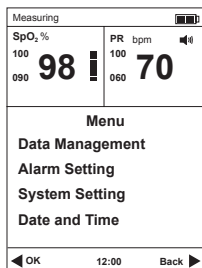

Рис.3.1
- 1) Нажмите выключатель питания в течение 3 секунд, чтобы включить оксигемометр, а затем нажмите кнопку меню, чтобы войти в главное меню, см. Рис.3.1